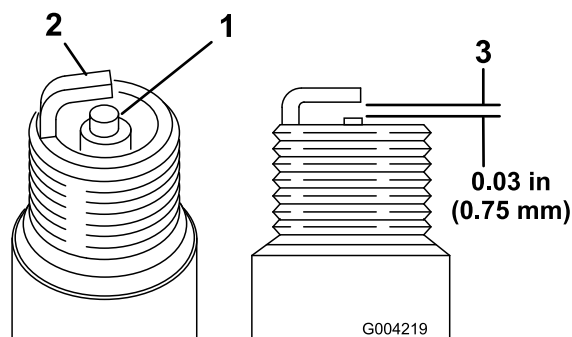

Figure 35
1. Examinez le centre des bougies (Figure 35). Si le bec de l'isolateur est recouvert d'un léger dépôt gris ou brun, le moteur fonctionne correctement. S'il est couvert d'un dépôt noir, c'est généralement signe que le filtre à air est encrassé.
2. Contrôlez l'écartement entre l'électrode centrale et l'électrode latérale (Figure 35).
3. Courbez l'électrode latérale (Figure 35) si l'écartement est incorrect.